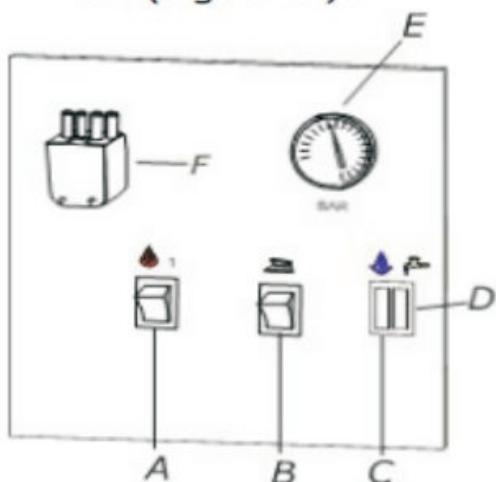
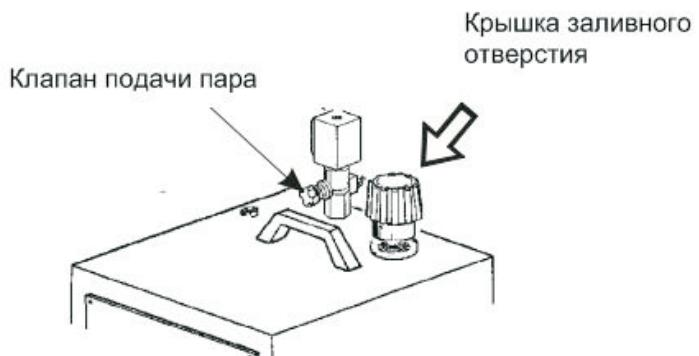

рис. 2
рис. 3
3. Включите парогенератор (рис. 2, A). Через пять минут включите утюг (рис 2, B), выставьте термостат на отметку *'offton'* (рис. 5).
4. Дождитесь пока не погаснет лампочка на бойлере (рис. 2 C). Возьмите утюг и нажмите на клавишу подачи пара 3 раза, пока не начнется подача пара. Вы можете отрегулировать подачу пара с помощью регулировочного клапана (рис. 3). Рабочее давление показывается на барометре (рис. 2 E).
Если вы используете гладильную доску без вакуума отсоса **ожегите** столкнуться с тем что на изделии будут появляться капли воды, что бы избежать этого, нужно выставить регулятор подачи пара на минимум (рис. 3).